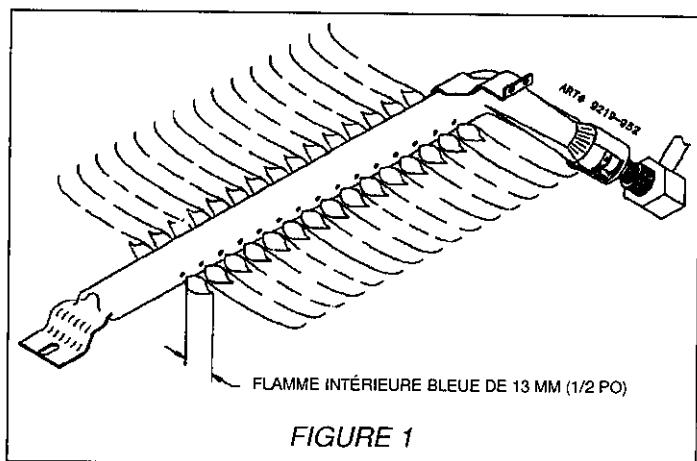

FIGURE 1
- a. La hauteur approximative de la flamme d'un brûleur du four doit présenter une partie bleue distincte de 13 mm (1/2 po) (voir la figure 1).